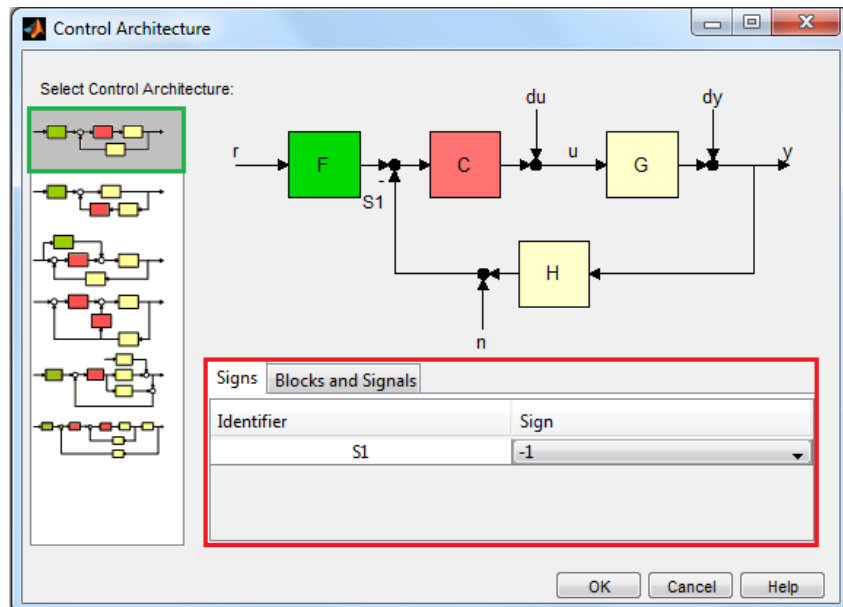
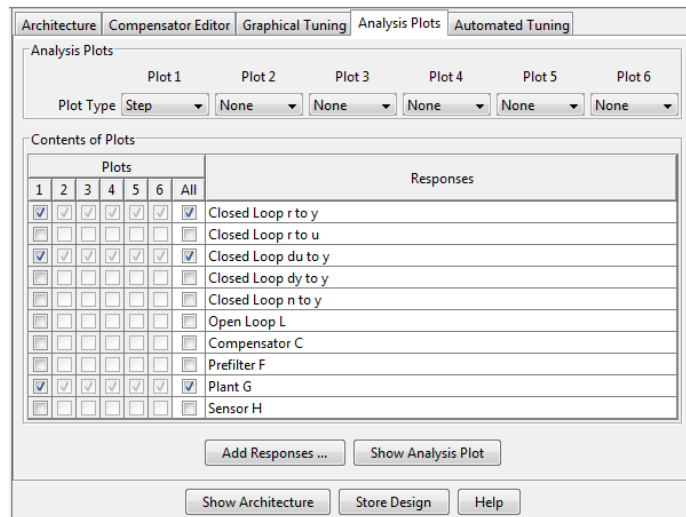

Figura 39. Arquitectura en lazo cerrado para controlador PID de Velocidad y planta en sisotool.
Figura 46. Configuración parámetros pestaña Analysis Plots.
- Elija la opción 1 haciendo click sobre ella esta se encuentra dentro del recuadro verde de la Figura 39.
- La casilla que se encuentra dentro del cuadro rojo corresponde con el tipo de realimentación del sistema que puede ser tanto negativa (-1), como positiva (1). Para este caso deje esta opción en -1. Para finalizar click en OK. Como se ve en la Figura 39.
- Configure como se muestra en la Figura 46. Los diagramas de sintonización siguiendo el esquema de salidas y entradas propio de Sisotool de la figura 39.